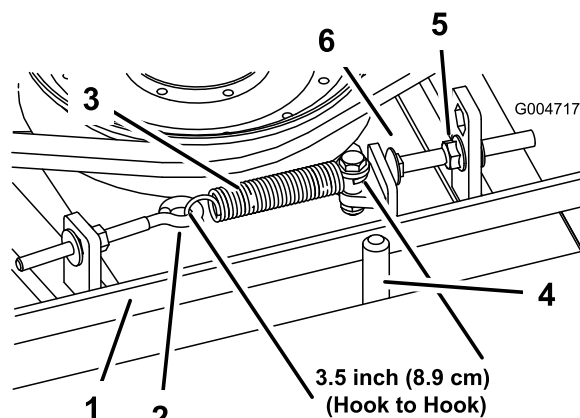

Figura 65
6 mm (misura interna). Quando la tensione della molla è giusta, regolate il bullone di arresto (bullone a testa tonda) fino ad ottenere un gioco di 3 mm + 1,5/-0 mm tra la testa del bullone ed il braccio di rinvio (Figura 65).
Nota: Verificate che la cinghia si trovi dal lato molla del guidacinghia (Figura 65).
2. Allentate il bullone ad occhio per consentire la rimozione della molla di prolunga (Figura 65).
3. Allentate il dado flangiato che fissa il bullone di arresto alla linguetta di montaggio. Allentate il dado quanto basta per consentire al braccio di rinvio di oltrepassare il bullone di arresto (Figura 65). Allontanate la puleggia tendicinghia dalla cinghia in modo da allentare la tensione della cinghia.
8. Ricollegate la molla di prolunga (Figura 65) al bullone ad occhio e tendete la cinghia come segue: